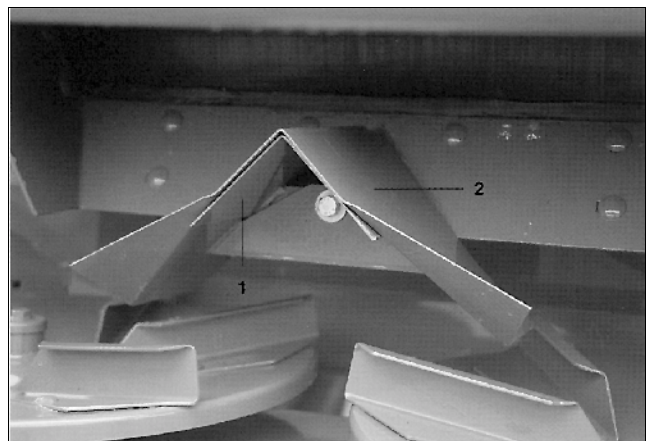

Fig. 44
- die Zusatz-Dachrutsche (Fig. 44/1) demontieren.
Hierzu ist die Montage der Zusatz-Dachrutsche (Fig. 44/2) erforderlich, um den Aufgabepunkt des Düngemittels auf den Streuscheiben zu optimieren. Die Zusatz-Dachrutsche wird über die fest montierte Dachrutsche (Fig. 44/1) angeschraubt.